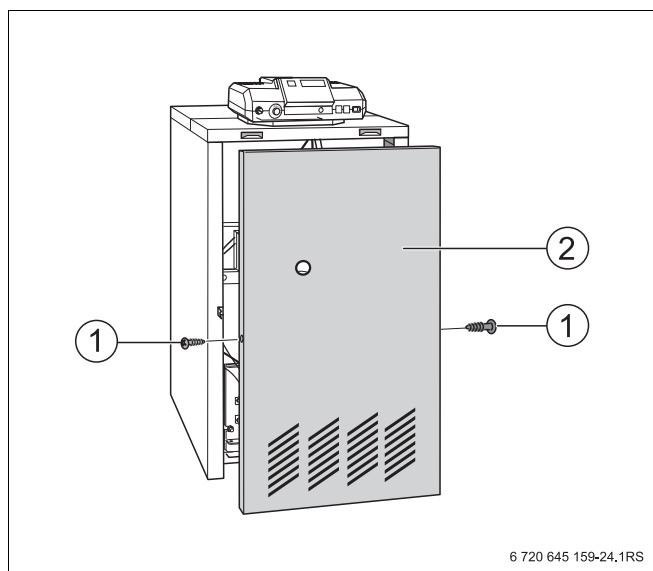

Рис. 35 Установка передней стенки котла
- Подвесить переднюю стенку котла (Рис. 35, **поз. 2**).
- Вставить и закрутить справа и слева в боковые стенки фиксирующие винты (Рис. 35, **поз. 1**).